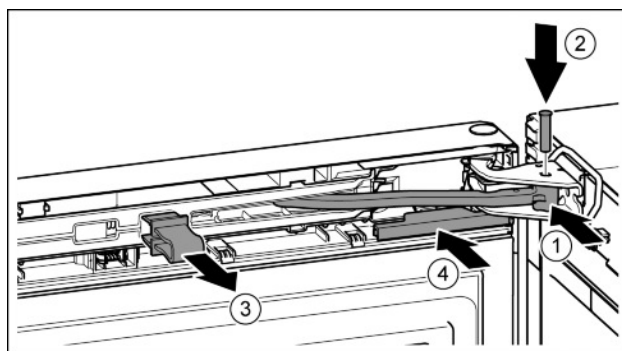

Fig. 20
- u Tourner l'articulation dans le support de palier. Fig. 20 (1)
- u Introduire le boulon dans le support de palier et l'articulation. Veiller à ce que l'ergot d'encliquetage repose correctement dans la rainure. *Fig. 20 (2)*
- u Enlever l'arrêtoir. *Fig. 20 (3)*
- u Enfiler le cache. *Fig. 20 (4)*